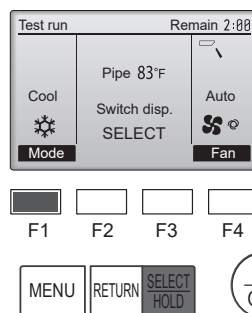

Fig. 6-5
- ① Pulse el botón [F1] para recorrer los modos de funcionamiento, siguiendo el orden de "Cool" (Frio) y "Heat" (Calor). (Fig. 6-5)